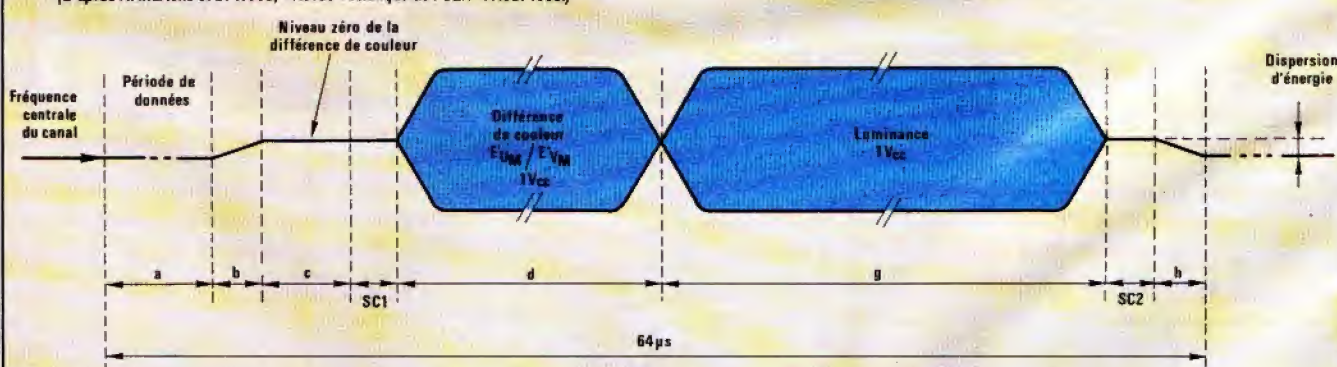

FIGURE 3. — Forme normale du signal en multiplexage C-MAC sur une ligne de balayage (non à l'échelle).
simple et transmises séquentiellement ligne par ligne, ce qui élimine les effets de diaphotie inhérents aux systèmes PAL et SECAM (1) (3). (Le signal luminance est compressé dans un rapport 3/2, alors que les signaux de différence de couleur sont compressés dans un rapport 3/1.) (fig. 3). Comme le remarque D. Pommier (2) : le système C-MAC-Paquets de l'UER fut le premier à abandonner la voie biunivoque entre voie radioélectrique et services transmis (3). La représentation du signal par une succession d'échantillons liés à une horloge commune aux parties numériques et analogiques permet la diffusion, de façon variable, d'un ensemble de plusieurs services multiplexés dans le temps. Le multiplexage des signaux